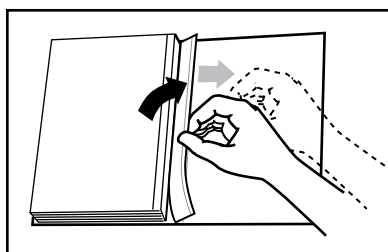

ABBILDUNG 22
10. Drehen Sie das Buch um. Öffnen Sie die Rückseite und ziehen Sie die restliche Folie ab, beginnend mit der oberen Ecke (siehe Abbildung 22).